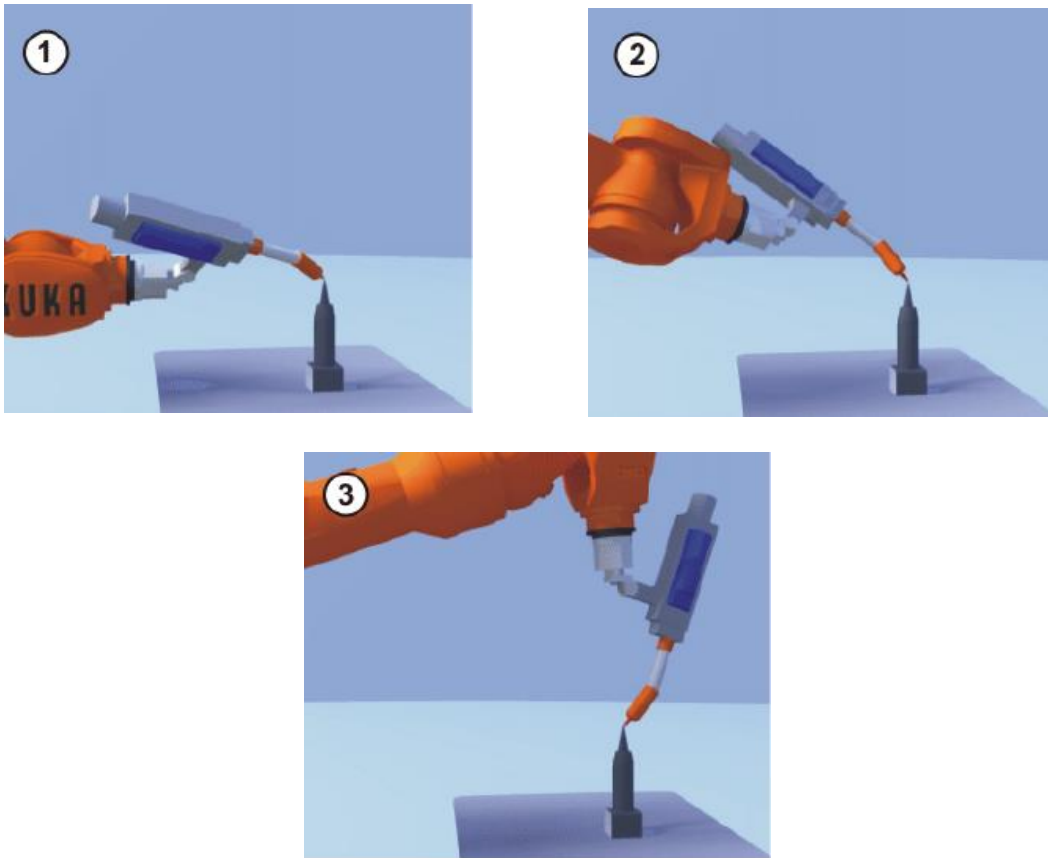

Figure 2 : 3 postures différentes telles que l'origine (O_T) du repère Outil touche un même point de référence (P).
de modifier toutes les valeurs des articulations (A_1, \dots, A_6) lors du passage d'une posture à la posture suivante, voir la figure 2.
- 5) On suppose disposer de 3 postures telles le point d'origine O_T (situé à l'extrémité de l'outil) est commun, voir figure 2. Soient $\vec{1}q, \vec{2}q, \vec{3}q$, les vecteurs articulaires correspondant à ces 3 postures.